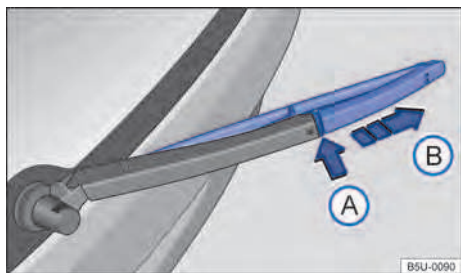

Fig. 132 Sustituir la escobilla limpiaparabrisas de la luneta trasera.
- Mantener la tecla de desbloqueo → fig. 132 (A) presionada y, al mismo tiempo, retirar la escobilla de los limpiaparabrisas en el sentido de la flecha.
- Retirar la escobilla del limpialuneta en el sentido de la flecha (B).